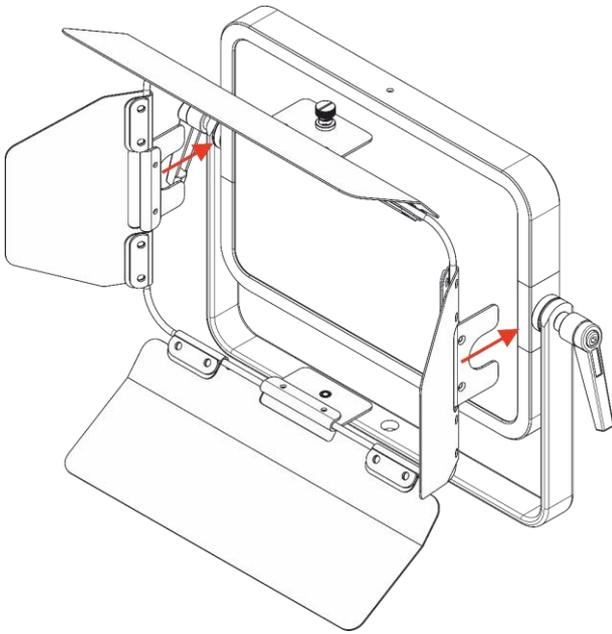

Fig. 08
- 01) Instale el marco del barndoor (véase la Fig. 08).